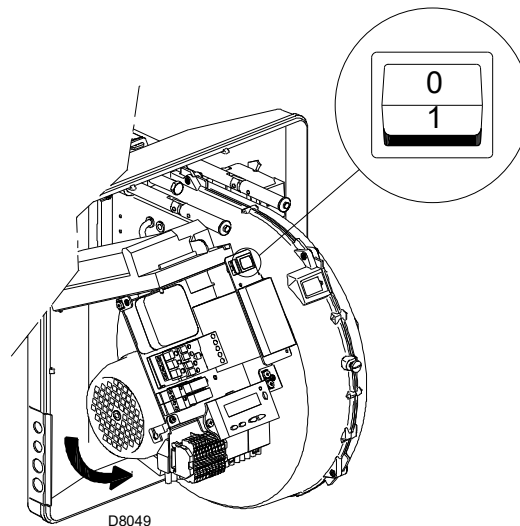

Abb. 26
Schließen Sie die Thermostate/Druckwächter und bringen Sie den Schalter in Abb. 26 in Position "1".
Stellen Sie sich, sobald der Brenner startet, vor dem Kühlgebläse des Gebläsemotors auf und prüfen Sie, ob sich dieses entgegen dem Uhrzeigersinn dreht. Siehe Abb. 26.
- Stellen Sie den Schalter von Abb. 26 in Position "0" und warten Sie ab, dass das Steuergerät die Abschaltphase ausführt;
Der Brenner befindet sich im Wartestatus bei Wärmeanfrage oder der Wahlschalter "0-1" (Abb. 26 auf Seite 30) steht auf Position "0".
Mit dem Wahlschalter "0-1" von Abb. 26 auf Seite 30 schaltet der Brenner nicht sofort aus, sondern es wird die Abschaltphase ausgeführt.